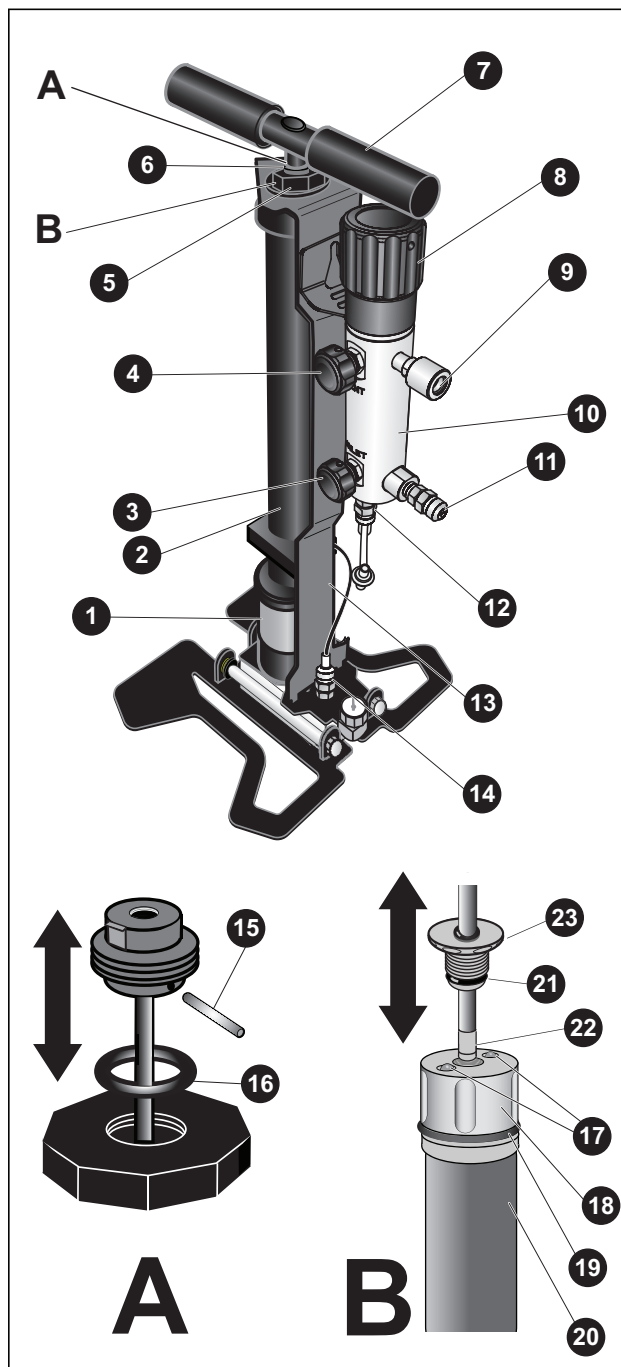

图 1. 特性和组件
本产品的特性和组件见图 1 和表 3。
3. 如图 1 所示, 将校准歧管连接到泵托架上。得益于快速定位销, 校准歧管可拆卸。
1. 可使用按图 1 所示连接的校准歧管操作 700HPPK, 或独立操作 (更易于操作)。